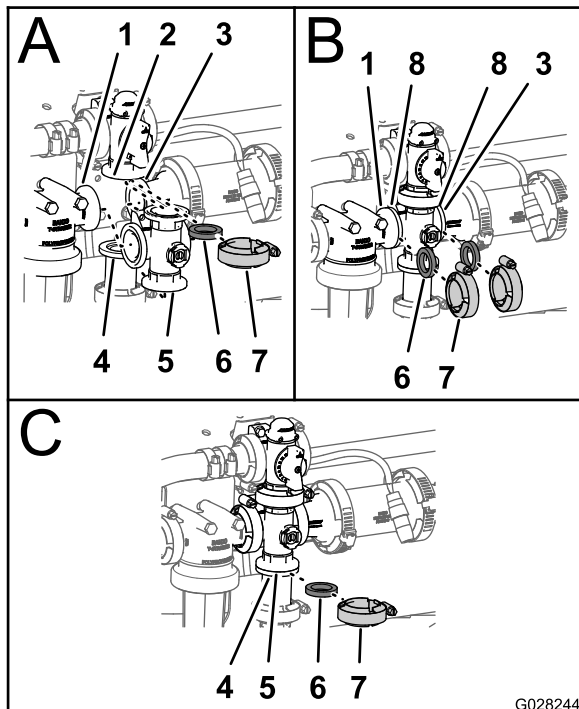

图87
1. 将搅拌旁通阀凸缘、1个垫片与搅拌阀歧管的端盖接头凸缘对齐图87中的A。
2. 以手动夹紧夹具的方式组装搅拌旁通阀、垫片和搅拌阀歧管图87中的A。
3. 在压力式滤清器头的凸缘与搅拌阀歧管之间放1个垫片图87中的B。
4. 以手动夹紧夹具的方式组装压力式滤清器头、垫片和搅拌阀歧管图87中的B。
5. 在搅拌阀歧管凸缘与异径管接头之间放1个垫片图87中的B。
6. 以手动夹紧夹具的方式组装搅拌阀歧管、垫片和异径管接头图87中的A。
7. 在搅拌阀歧管凸缘与搅拌节流阀安装座接头之间放1个垫片图87中的C。
8. 以手动夹紧夹具的方式组装搅拌阀歧管、垫片和安装座接头图87中的C。